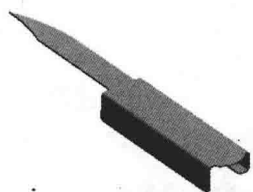
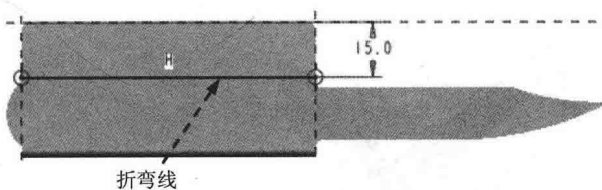
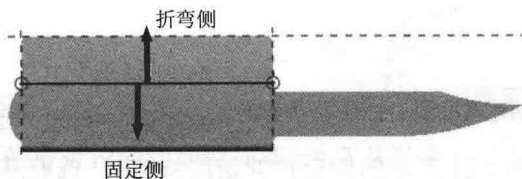

图 2.11 创建折弯特征 3
图 2.12 创建折弯线
图 2.13 定义折弯侧和固定侧
Step5. 创建图 2.11 所示的折弯特征 3。折弯线如图 2.12 所示, 折弯侧与固定侧如图 2.13 所示。具体操作步骤及有关参数参见 Step3。